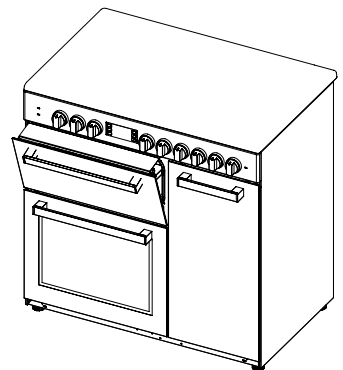

Figure 26
4. Ensuite, fixez le panneau de sécurité entre le four et le couvercle avant en fermant doucement le couvercle. (figure 26)